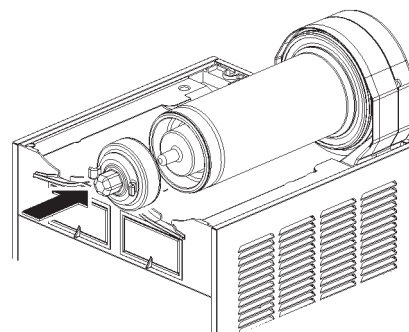

figura 14
- 5 Inserire il rotore magnetico esterno nell'evaporatore accompagnandolo fino in fondo. (vedere figura 14).